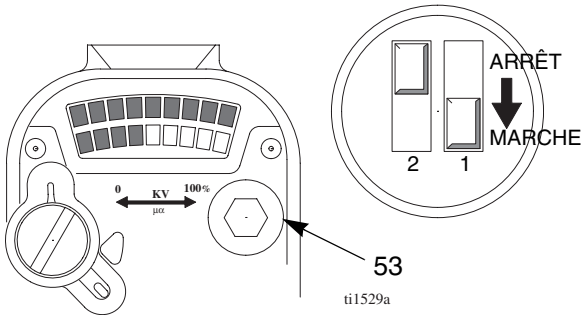

Fig. 4 Commutateurs de réglage basse tension
- 2. Retirer le bouchon de réglage BASSE TENSION (53). Régler la tension voulue à l'aide d'un petit tournevis pour déplacer les commutateurs 1 et 2 MARCHE ou ARRÊT, conformément au Tableau 1. Voir également la Fig. 4.